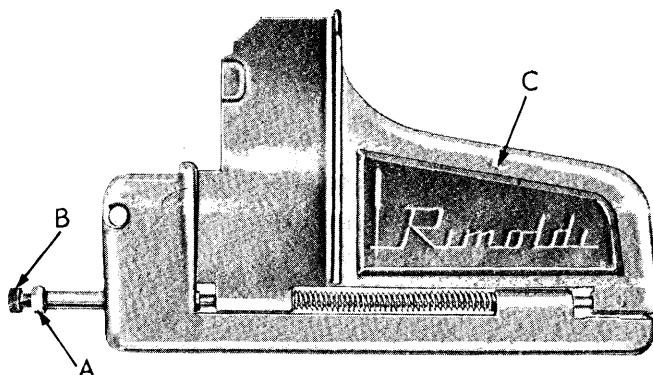

fig.16
f) Regolazione dello sportello anteriore (fig. 16)